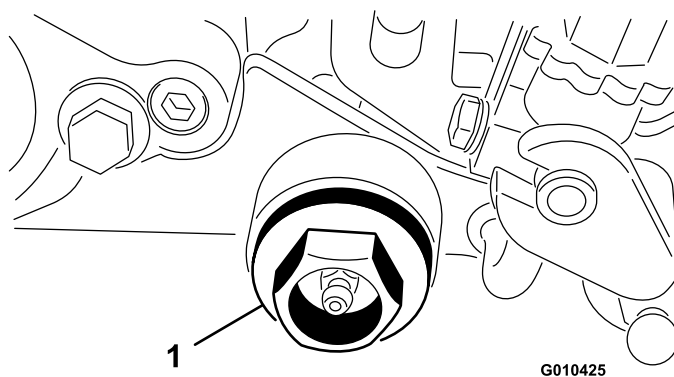

Figura 11
14. Avvitare il tappo all'interno dell'alloggiamento del groomer (Figura 11).